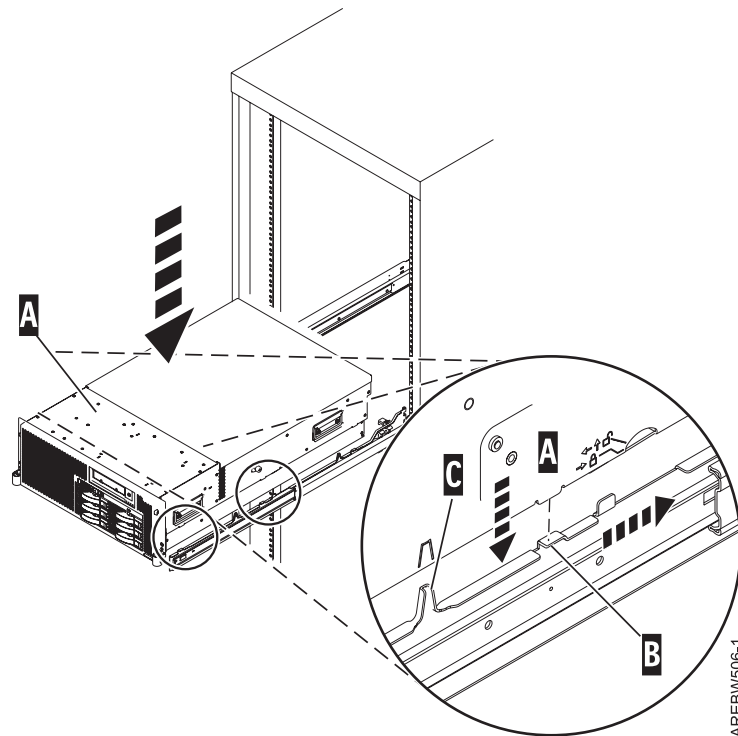

Figure 56. Placez le système sur les glissières.
8. Étirez les glissières intérieures en les tirant vers l'extérieur. Elles doivent être tirées hors du cadre comme les glissières illustrées dans figure 56.
9. Avec l'aide de trois personnes, saisissez les deux poignées situées de chaque côté du système et placez-le sur la glissière intérieure. Alignez la languette **A** sur la fente **B** comme indiqué par la ligne verticale tiretée sur figure 56.